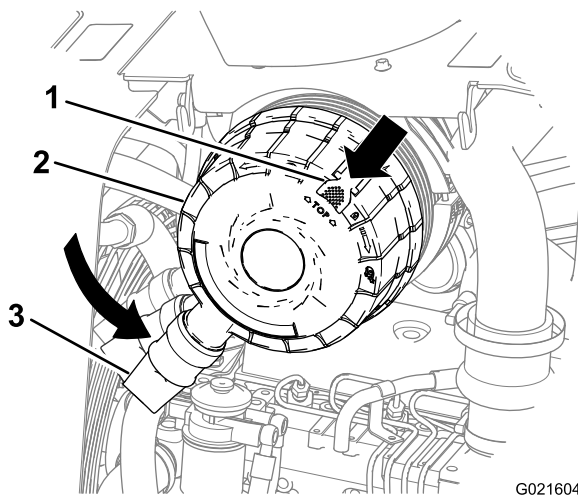

Bild 48
3. Drehen Sie die Luftfilterabdeckung nach links, sodass die Staubkappe auf 7 Uhr steht (Bild 48).